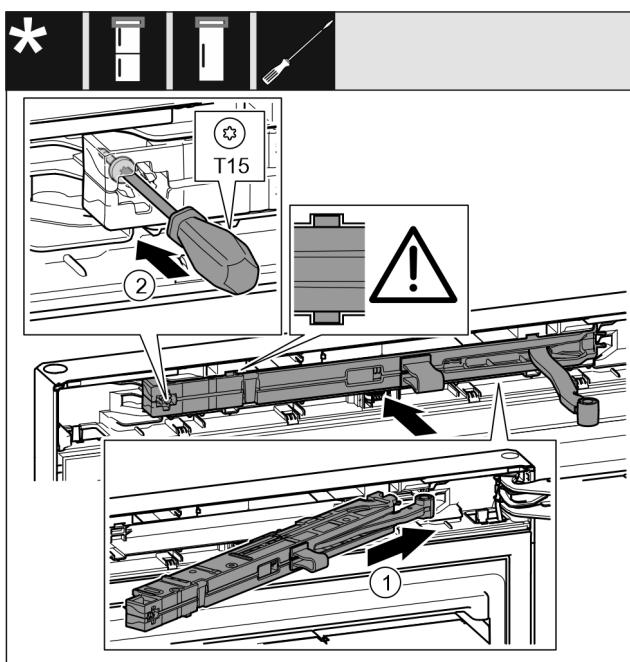

Fig. 47
- Schließdämpfereinheit auf der Lagerbockseite bis zum Anschlag schräg in die Aussparung einschieben. Fig. 47 (1)
- Schraube mit einem Schraubendreher T15 festschrauben. Fig. 47 (2)